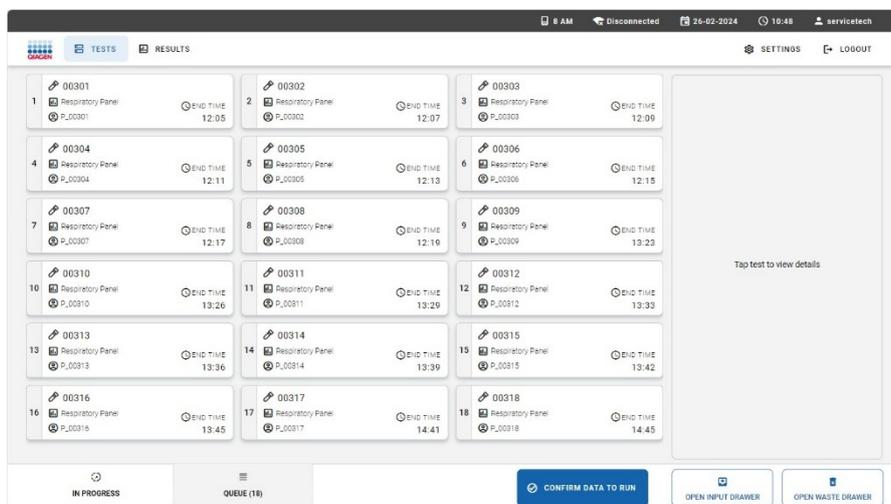

Figura 22. Schermata della coda campioni.
2. Chiudere il cassetto di alimentazione. Il sistema scansiona il codice a barre dell'ID del campione delle cartucce e prepara una coda (Figura 22).
Quando viene calcolata, la coda di test è mostrata nel modo seguente (Figura 22). Rivedere i dati mostrati nella coda. In caso di errori, la relativa cartuccia viene spostata nel vassoio dei materiali di scarto dopo aver confermato la coda.